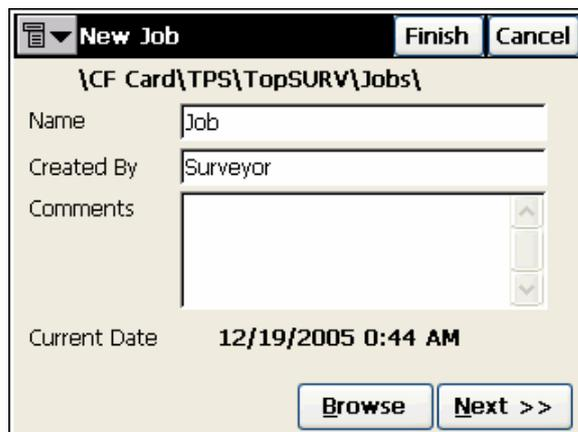

Рисунок 3-3. Экранная форма **New Job (Новый проект)**
- Для создания нового проекта щелкните на кнопке *New (Новый)* (см. рис. 3-3). Новый файл проекта создается следующим образом:
3. Для выбора каталога размещения файла нового проекта в экранной форме **New Job (Новый проект)** (см. рис. 3-3) щелкните на кнопке *Browse (Обзор)*. Введите название проекта и его краткое описание (имя исполнителя и любые необходимые комментарии). После этого щелкните на кнопке *Next (Следующий)*.